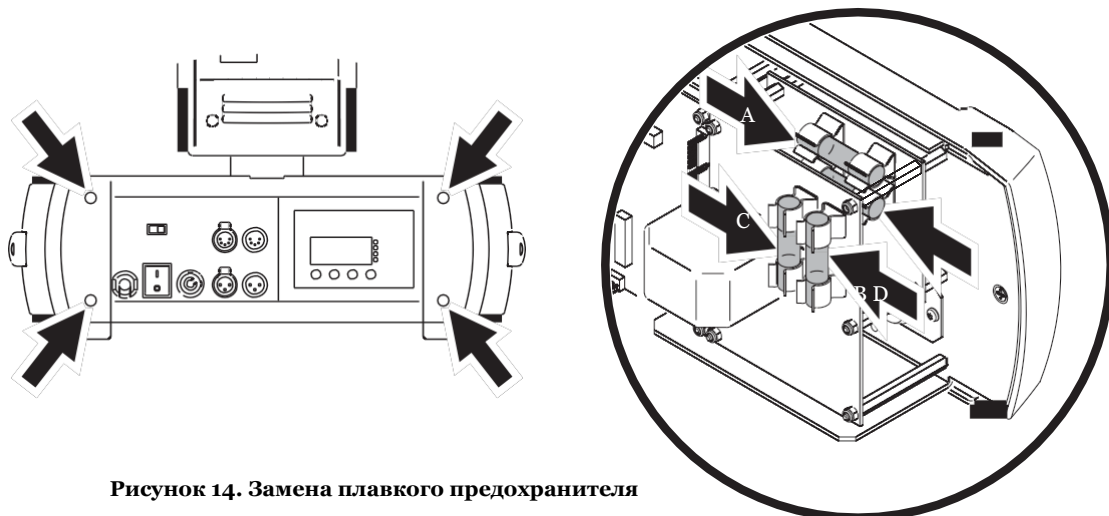

Рисунок 14. Замена плавкого предохранителя
3. См. рисунок 14. Удалите четыре винта (со стрелками) с внешнего края крышки панели подключений и снимите ее с основания прибора для получения доступа к печатным платам.
4. См. рисунок 14. Предохранители, помеченные А и В, защищают цепь питания лампы внешнего диммера. Предохранители С и D защищают цепь сетевого питания.